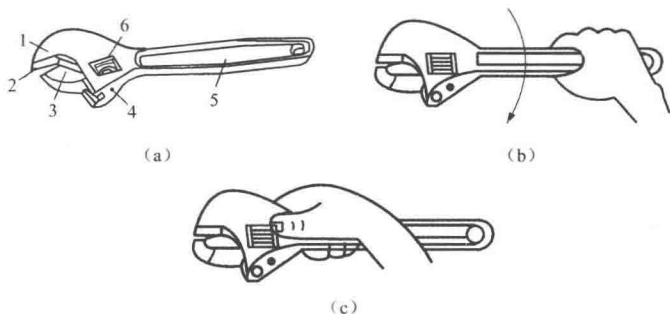

图 1-8 活络扳手
活络扳手又称活络扳手，是用来紧固和拆卸螺钉或螺母的一种专用工具。活络扳手由头部和柄部组成，头部由活络扳唇、呆扳唇、扳口、蜗轮和轴销等组成，如图 1-8 (a) 所
- 1) 扳动大螺母时, 需用较大力矩, 手应握在近尾柄处, 如图 1-8 (b) 所示。
- 2) 扳动较小螺母时, 需用力矩不大, 但螺母过小易打滑, 故手应握在近头部的地方, 如图 1-8 (c) 所示, 可随时调节蜗轮, 收紧活络扳唇防止打滑。